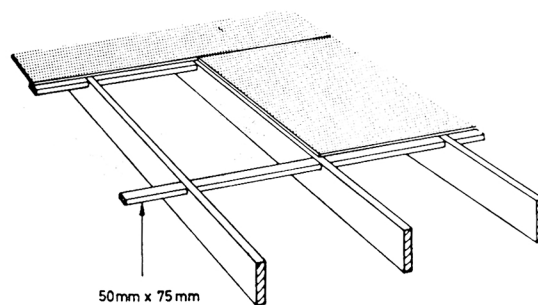

Fig. 37.
- 37 Langs kortsiden skal platene alltid ha understøttelse på sperrer, åser o. l. Langs langsiden skjøtes platene på spikerslag. Det er vanlig å bruke rekker 50 mm × 75 mm som legges på flask og stiftes til sperrer, åser o. l. med to stk. stift 28/65 i hver ende. Se fig. 37. Det er til nå ikke lansert sponplater med not og fjær for taktro på det norske marked.